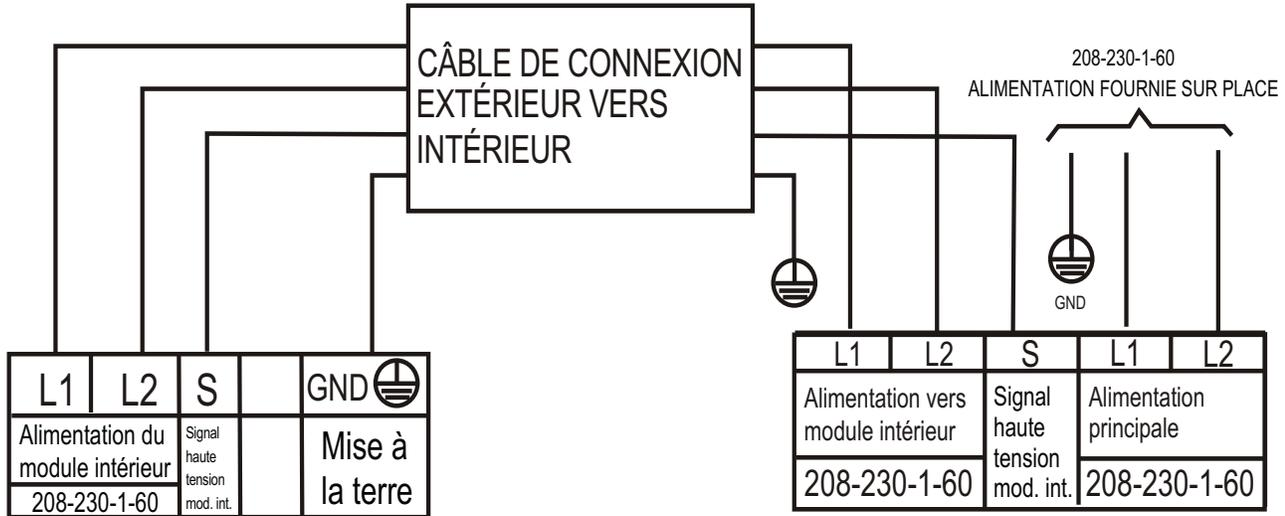

Figure 27 – Schéma de raccordement
3. Raccordez le câblage de l'appareil extérieur conformément au schéma de câblage (consultez la figure 27).